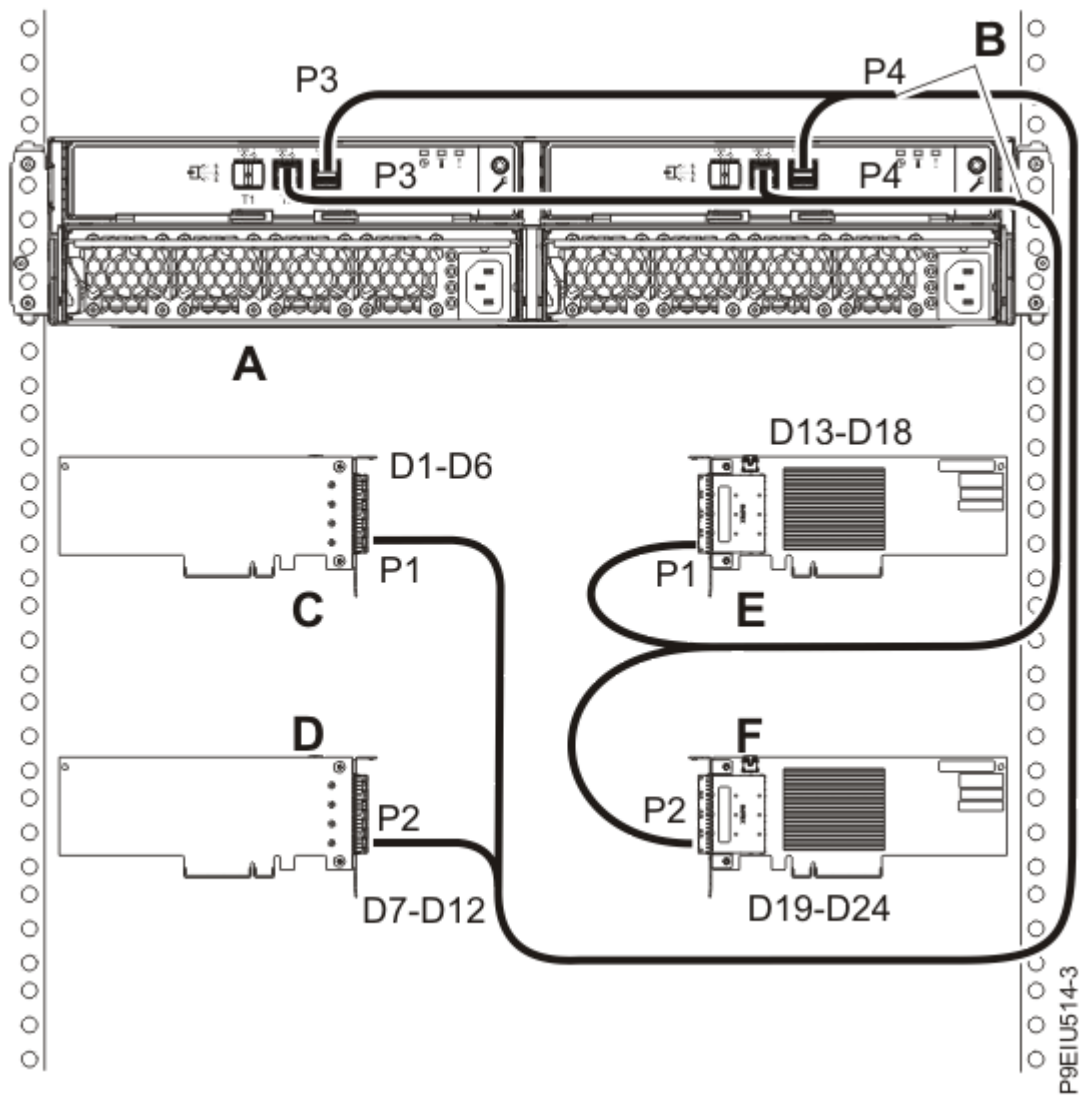

Figure 23 : Connexion de mode 4 d'une armoire de stockage ESLL ou ESLS avec des câbles X12 à quatre adaptateurs SAS FC EJ0J ou FC EJ0M indépendants
23. Réalisez une connexion de mode 4 d'une armoire (A) avec des câbles X12 (B) à quatre adaptateurs SAS FC EJ0J ou FC EJ0M indépendants comme illustré dans la Figure 23, à la page 29. Passez ensuite à l'étape «Connexion des câbles et des cordons d'alimentation et installation des capots», à la page 30.